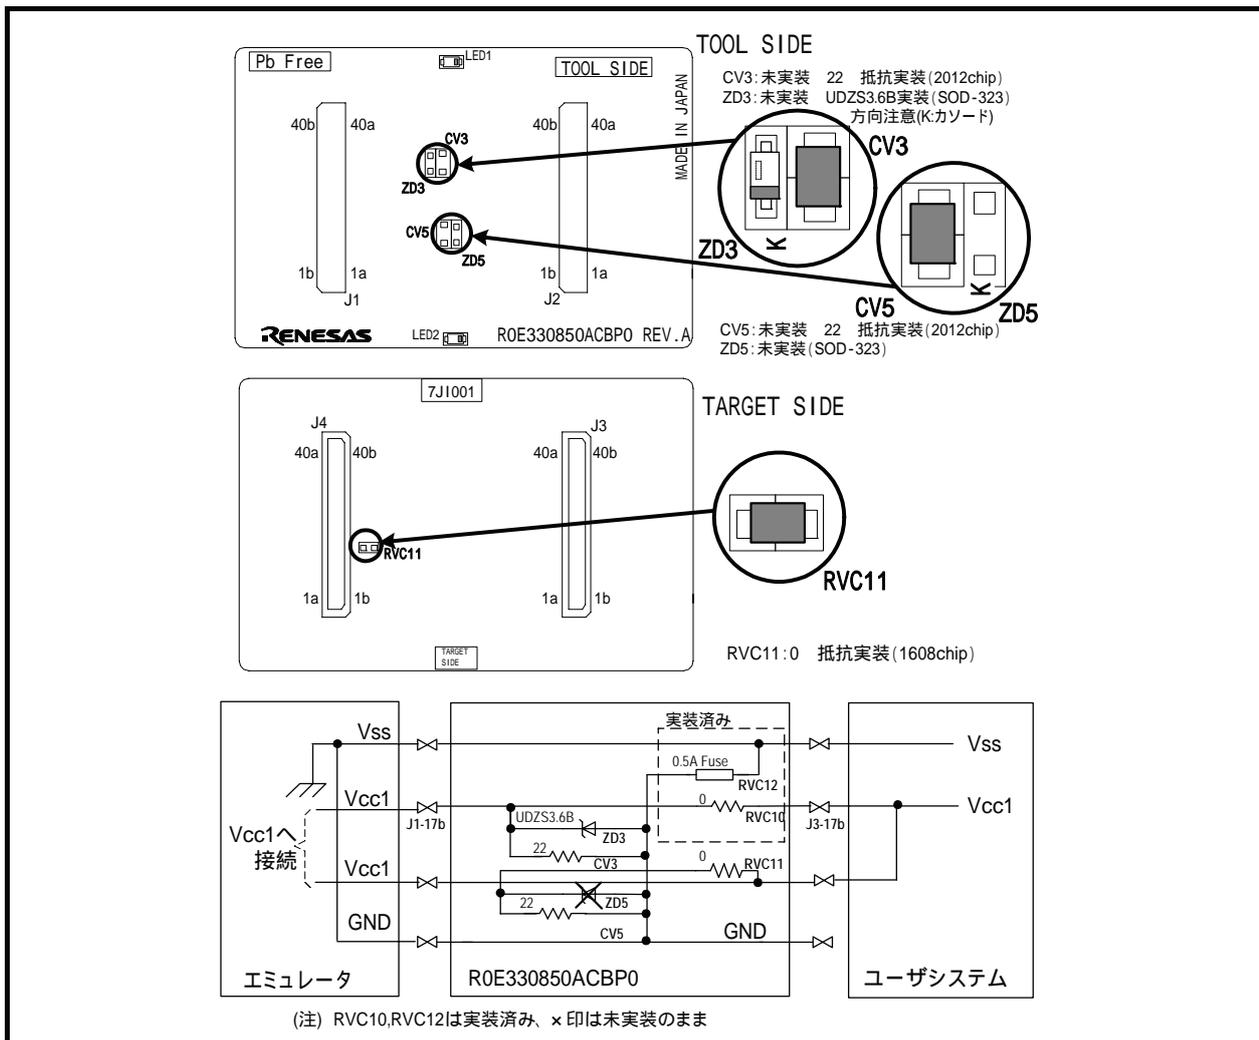

図3 部品実装例 (3.3V ユーザシステムで3.6V以下に制限する場合の例)
- 過電圧保護対象の端子が過電圧となった場合、逆電流により Vcc1 端子の電圧が最大 5.6[V]まで上昇する可能性があります。ユーザシステムの Vcc1 電圧の維持が必要な場合は、ダミー抵抗や定電圧ダイオードを Vcc1 の電源ラインに追加してください。(図3に実装例を示します)